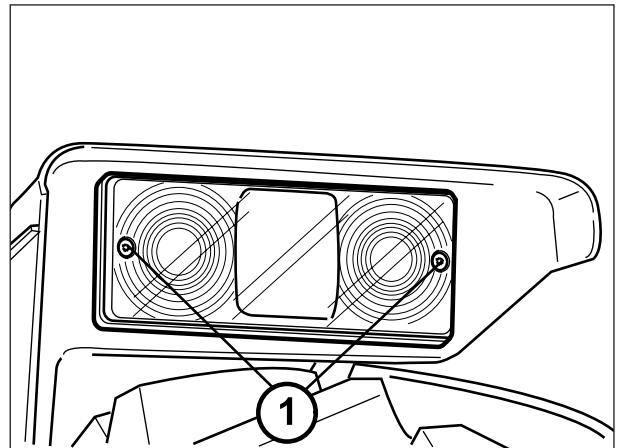

Fig. 130
## Sustitución luces de posición y luces intermitentes traseras (Fig. 130 - 131)
- 1 - Desenroscar los tornillos (1) Fig. 130 y quitar el cristal.